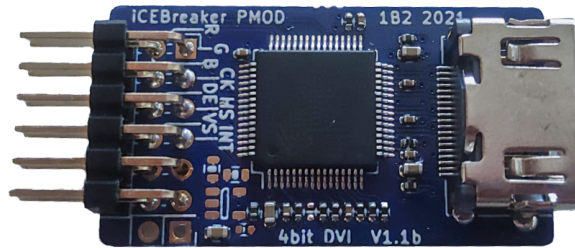

Abbildung 9 - PMod - DVI Modul
- Ein PMod - DVI Modul um den Bildschirm über eine HDMI Schnittstelle an das System anzuschliessen, siehe Abbildung Abbildung 9.